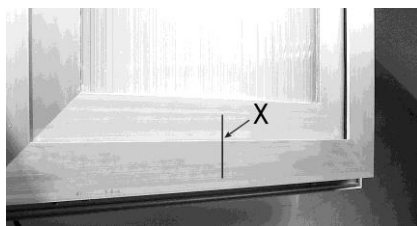

Рисунок 2
- N. Нанесите карандашом центральную точку X на оконную раму (Рис. 2) или разделите ее должным образом при использовании большого количества Syncro.